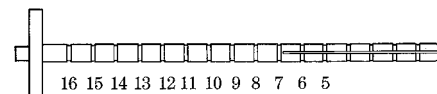

Figura 4-11. Introduttore di Furlow
1. Utilizzare l'introduttore di Furlow (**Figura 4-11**) e l'ago Keith per facilitare l'introduzione dei cilindri nei corpi cavernosi.